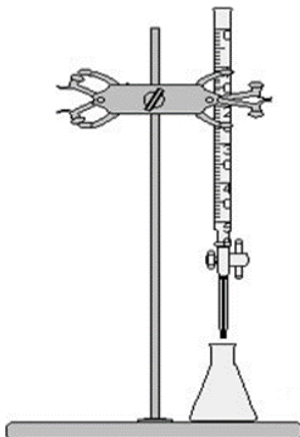

Imagen 1: Equipo de titulación
1. Armar equipo de titulación (ver imagen 1).